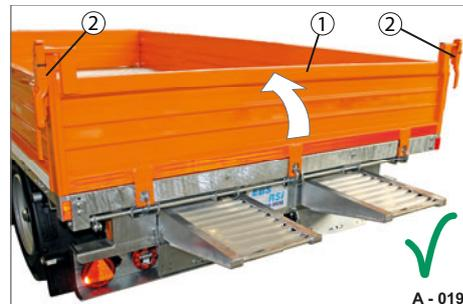

Abb. 21 Heck-Bordwand gesichert
- ▶ Klappen Sie die Heck-Bordwand (Abb. 21/1) hoch.
- ▶ Schließen Sie die Verschlüsse (Abb. 21/2) nacheinander.